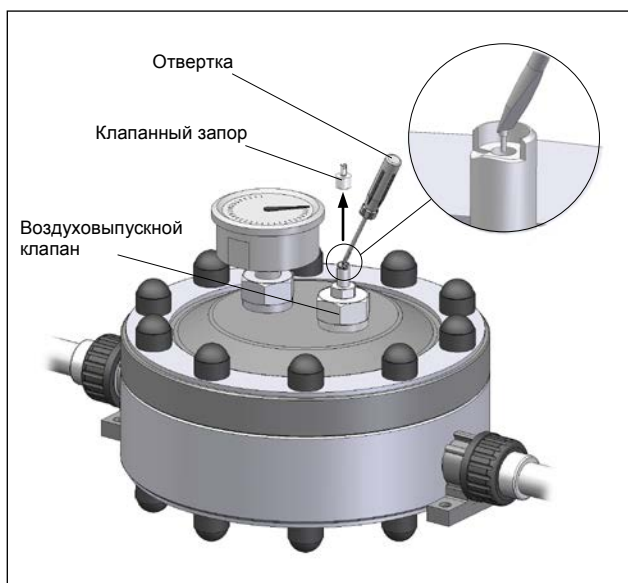

Рис. 19 „Выпустить воздух“
- Если все же при подаче воздуха / газа отклонение стрелки сразу увеличивается, то необходимо немедленно прекратить подачу воздуха / газа. Осторожно выпускайте газ / воздух, пока отклонение стрелки не достигнет минимального значения и снова не начнет немного увеличиваться. После этого сразу прекратите выпускать воздуха / газа. Теперь демпфер пульсации настроен на условия эксплуатации (см. рис. 19).